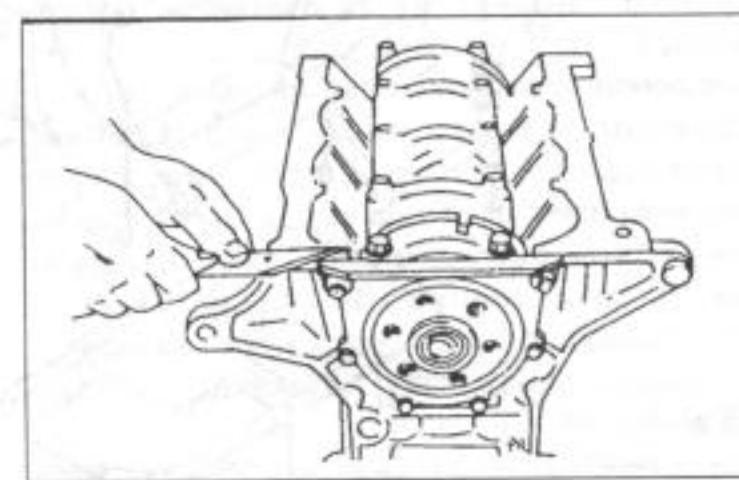

Рис. 104.
- Осторожно насадить фланец с вложенным уплотнением на коленчатый вал и хорошо отцентровать. Болты равномерно затянуть по окружности. У заднего фланца уплотнение выступит на уплотнительной поверхности масляного поддона и лишний уплотнительный материал нужно обрезать острый ножом, как показано на рис. 104.